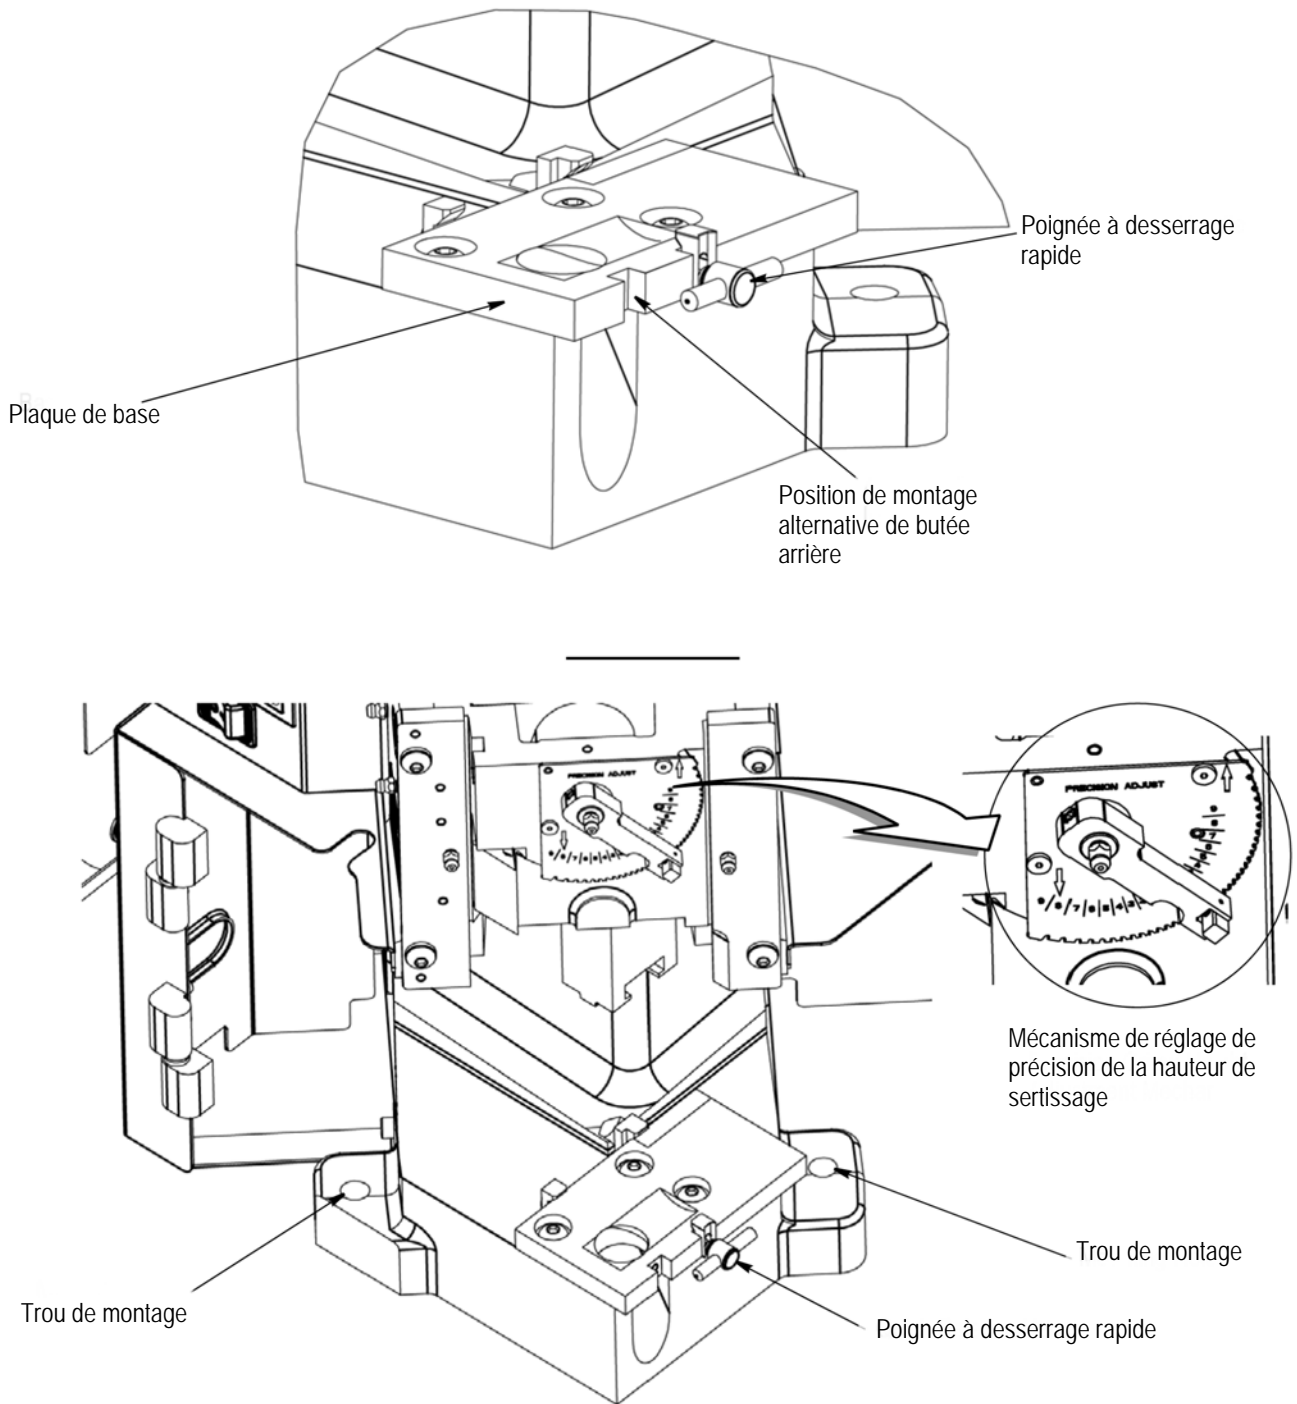

Figure 5
3. La **plaque de base** fournit la surface de montage sur laquelle installer l'applicateur. La fonction de verrouillage à desserrage rapide permet d'installer et de déposer l'applicateur rapidement et facilement. Voir Figure 5.
4. Le **groupe de réglage de la hauteur de sertissage** utilise un excentrique situé dans la tringlerie du coulisseau ainsi que des crans d'arrêt dans le mécanisme pour ajuster la hauteur de sertissage. L'indexation du mécanisme dans un sens ou l'autre modifie la hauteur de sertissage par incréments d'environ 0,013 mm [0,0005 po]. Consulter la Figure 5 illustrant le mécanisme de réglage de précision de la hauteur de sertissage.
Les machines doivent être correctement boulonnées sur l'établi à l'aide des orifices de fixation montrés à la Figure 5. Le matériel est à fournir par le client. Les machines ne doivent en aucun cas dépasser sur l'avant de l'établi.
1. Desserrer la poignée en T à desserrage rapide (voir Figure 5) puis glisser la bride de la base de l'applicateur vers le bas.
Lors de l'utilisation d'un applicateur 567200-2 (normalement conçu pour l'unité de sertissage modèle « K » K AMP-O-LECTRIC), desserrer la poignée en T à desserrage rapide, glisser la bride de la base de l'applicateur vers le bas puis retirer la butée arrière située du côté gauche de la plaque de base. Installer la butée arrière (PN 354561-1), fournie avec le kit d'alimentation pneumatique, sur la position de montage alternative sur la plaque de base. Voir Figure 5.